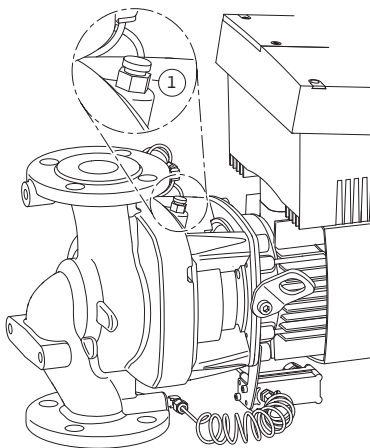

Fig.45: Ilmanpoistoventtiili
- Ilmaa pumpu avaamalla ilmausventtiilit (Fig. 45, kohta 1). Kuivakäynti rikkoo pumpun liukurengastiivisteiden. Paine-eroanturia ei saa ilmata (rikkoutumisen vaara).